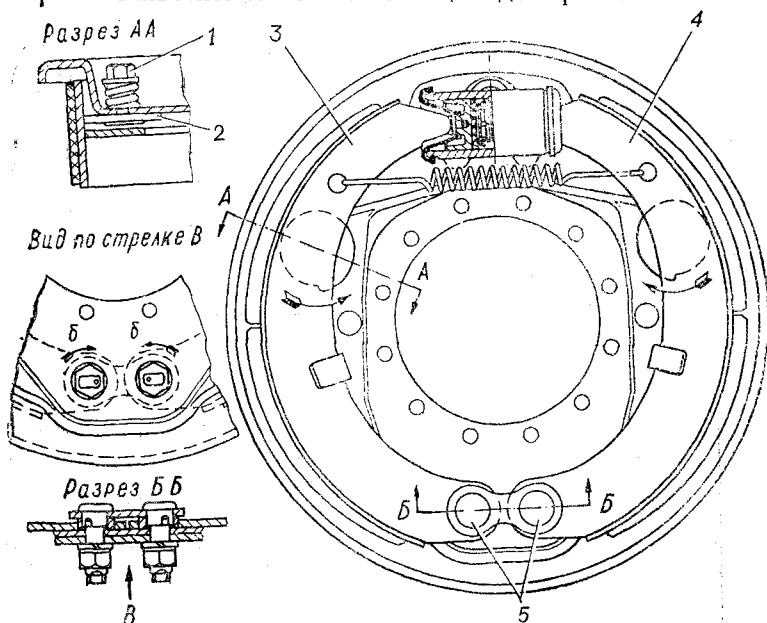

Рис. 94. Рабочий тормоз задних колес:
- 2 Вращая колесо, постепенно поворачивать болт 1 (рис. 94, 95) регулировочного эксцентрика 2 колодки 3 в направлении, указанном стрелками, до тех пор, пока колесо не затормозится.
3	Нажимая на педаль тормоза с силой 12—16 даН (12—16 кгс), повернуть опорные пальцы в направлении, указанном стрелками «б» (см. рис. 94 и 95) так, чтобы нижняя часть накладок касалась тормозного барабана.